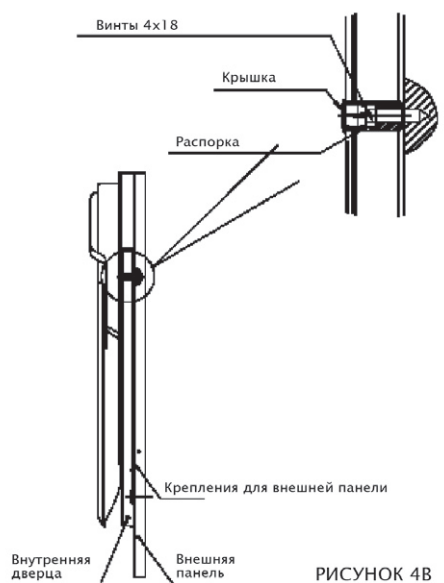

РИСУНОК 4В
2. Установите крепления на внешнюю панель с их помощью прикрепите ее к дверце машины (рис. 4а). После этого привинтите ее (рис. 4б).
Рисунок 4а
Рисунок 4б